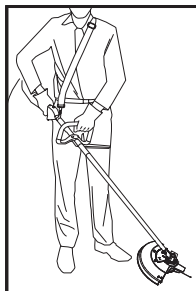

Fig. 15
6. S'assurer que l'angle de la tête de coupe est parallèle à la surface à couper (Fig. 15).